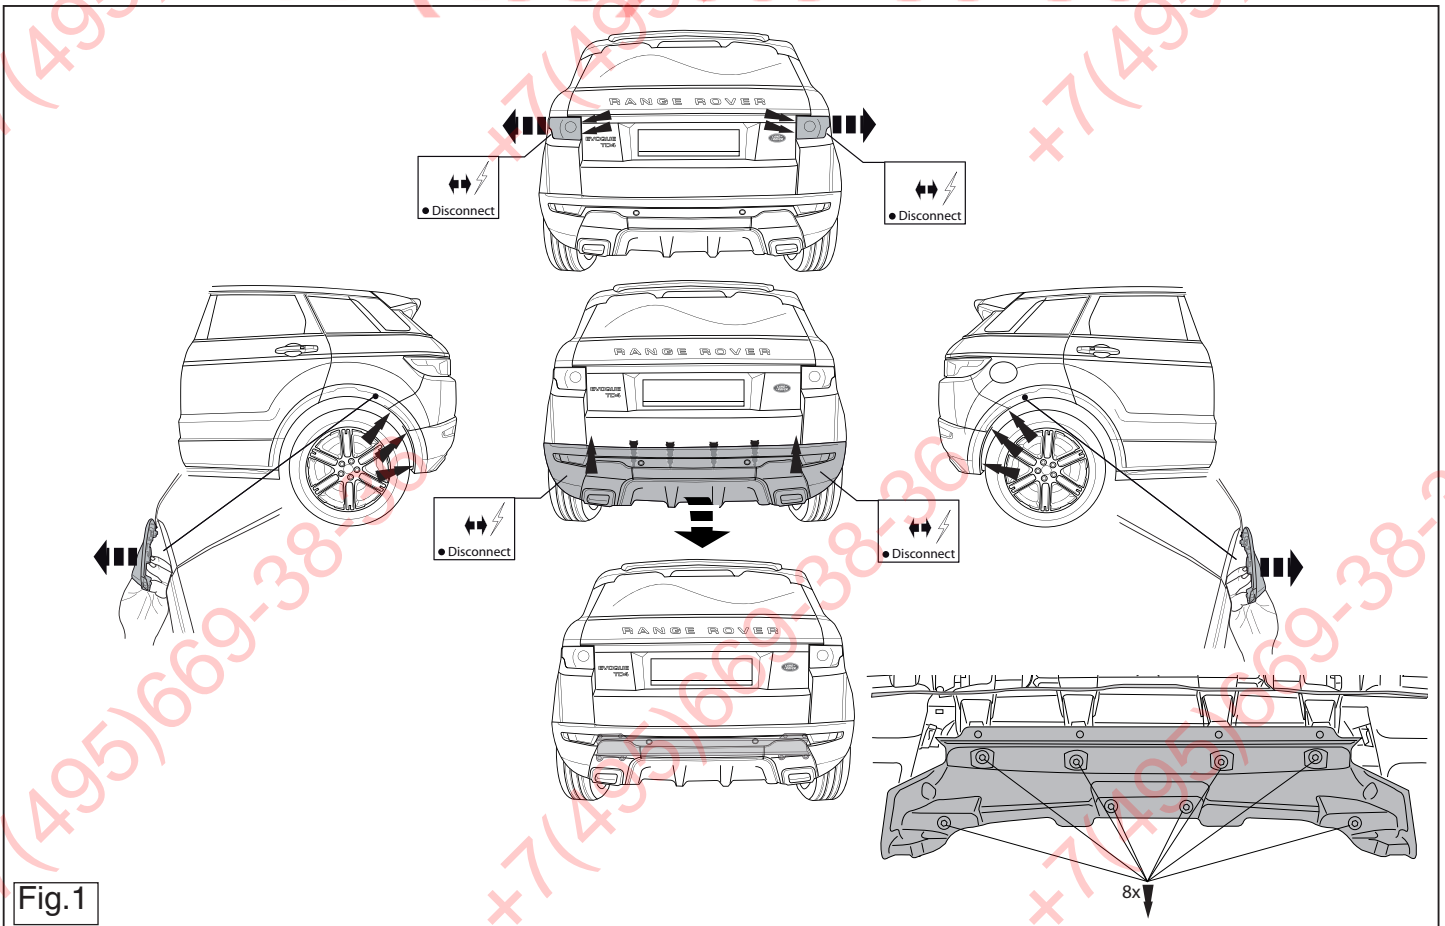

Fig.1
1. Remove the rear-light units. (see fig. 1).
2. Remove the bumper. (see fig. 1).
6. Remove the heat shield from the bumper. (see fig. 1)
1. Demonteer de achterlicht units. (zie fig. 1).
2. Demonteer de bumper. (zie fig. 1).
6. Demonteer het hitteschild uit de bumper. (zie fig. 1)
1. Die Rücklichter abmontieren. (siehe Fig. 1).
2. Die Stoßstange abmontieren. (siehe Fig. 1).
6. Entfernen Sie den Hitzeschild von der Stoßstange. (siehe Fig. 1)
1. Demontera bakljusmodulerna. (se fig. 1).
2. Demontera stötfångaren. (se fig. 1).
6. Ta bort värmeskölden från stötfångaren. (voir la fig. 1)
1. Demonter baglysenhederne. (jævnfør fig. 1).
2. Demonter kofangeren. (jævnfør fig. 1).
6. Afmonter varmeskjoldet fra stødfangeren. (jævnfør fig. 1)
1. Снять оба блока задних фар. (См. рисунок 1)
2. Снять бампер. (См. рисунок 1)
6. Снять теплозащитный экран с внутренней поверхности бампера. (См. рисунок 1)